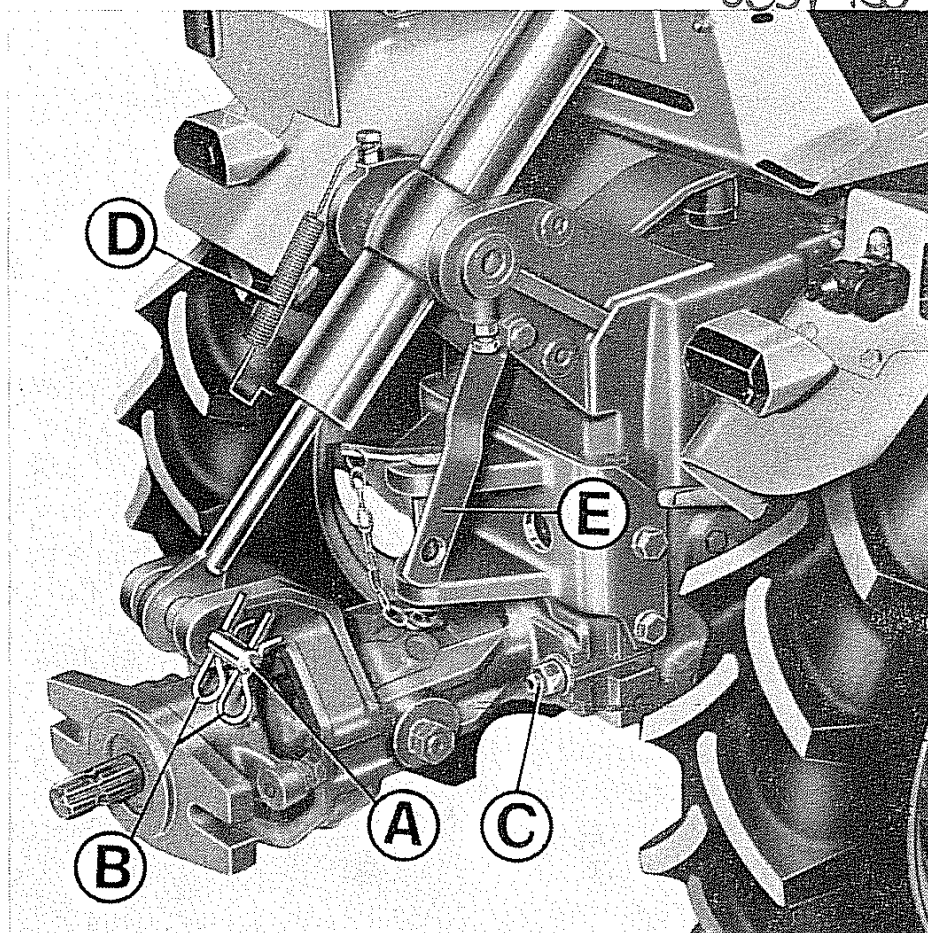

Fig. 89 - Snodo fresa
Il sistema di applicazione permette, in caso di necessità, di separarlo rapidamente dalla trattrice, sfilando il perno **A** (Fig. 89) dopo aver preventivamente tolto le molle **B** e i due tiranti **C** (Fig. 89) che flangiano il gruppo intero alla trattrice. In questo caso per non lasciare il cilindro abbandonato onde evitare danni allo stesso occorre inserire il braccio della molla **D** (Fig. 89) nel gambo del cilindro.
N.B. - Durante i trasferimenti con frese o altri attrezzi attaccati allo snodo fresa, si consiglia di inserire l'apposita asta **E (Fig. 89) dotata di apposito foro sul perno **A** fra le due molle **B**.**